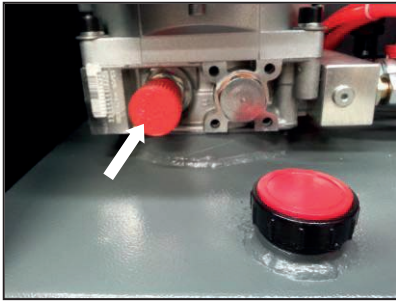

Figure 8
- En cas de surcharge, la vanne de débordement s'ouvre immédiatement et renvoie de l'huile dans le réservoir (figure 8).